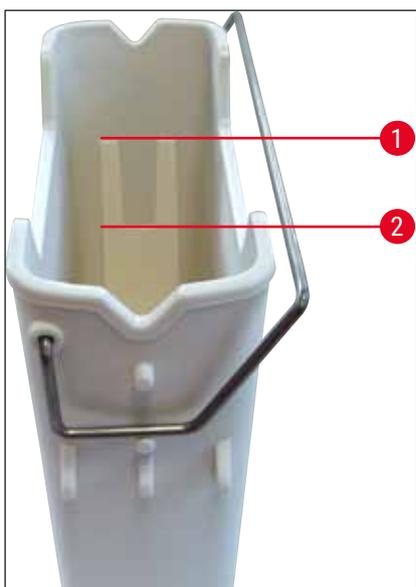
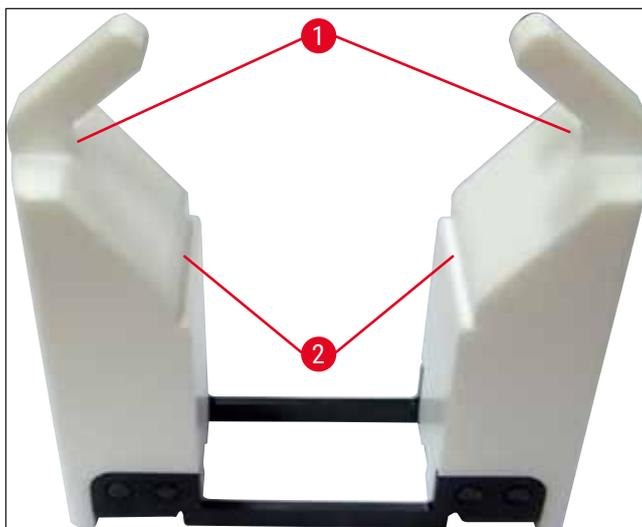

Рис. 66
Рис. 67
Убедитесь, что скоба кюветы для реактивов правильно установлена на кювету для реактивов. Если это не так, закрепите скобу, как показано на (→ "Рис. 66").
- При заполнении кювет для реактивов обоих типов наблюдайте за метками уровня заполнения внутри кювет (→ "Рис. 66") (→ "Рис. 67").
- Если вкладыши для специальных красителей (→ "Рис. 67") используются в кюветах для реактивов для уменьшения объема реактива, сначала вставьте вкладыш в кювету, а затем залейте реактив по крайней мере до отметки минимального уровня заполнения (→ "Рис. 67-2"), но не выше отметки максимального уровня заполнения (→ "Рис. 67-1").